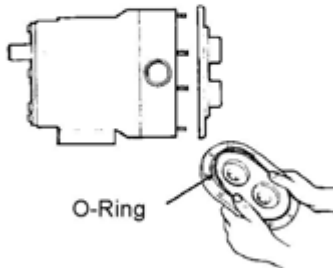

Abb.32 O-Ring entfernen
2. Entfernen Sie den Deckel. Lösen Sie ihn gegebenenfalls mit einem weichen Hammer. Entnehmen und entsorgen Sie den O-Ring des Deckels (Abb.32).